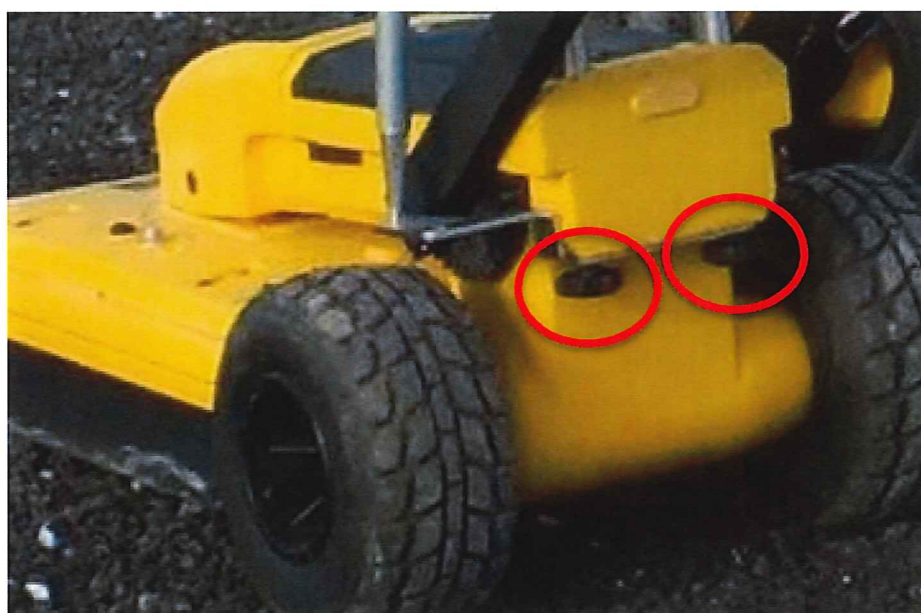

Fig. 4.19 – GPS サポート下部固定
2. 2個のノブを使い、下部を Opera Duo 本体にねじ込むが、これによって 2部品が一緒に固定される (Fig. 4.19)。